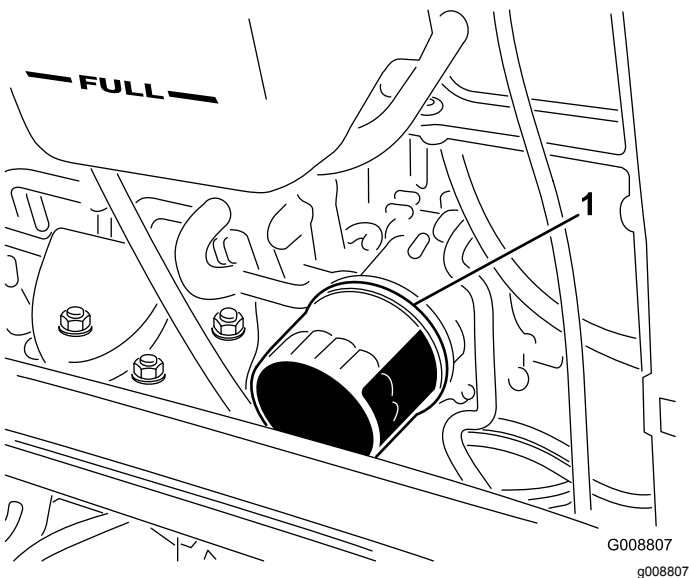

Figura 32
2. Togliete il filtro dell'olio (Figura 32). Applicare un velo di olio pulito sulla tenuta del nuovo filtro prima di avvitare. Non serrate troppo.